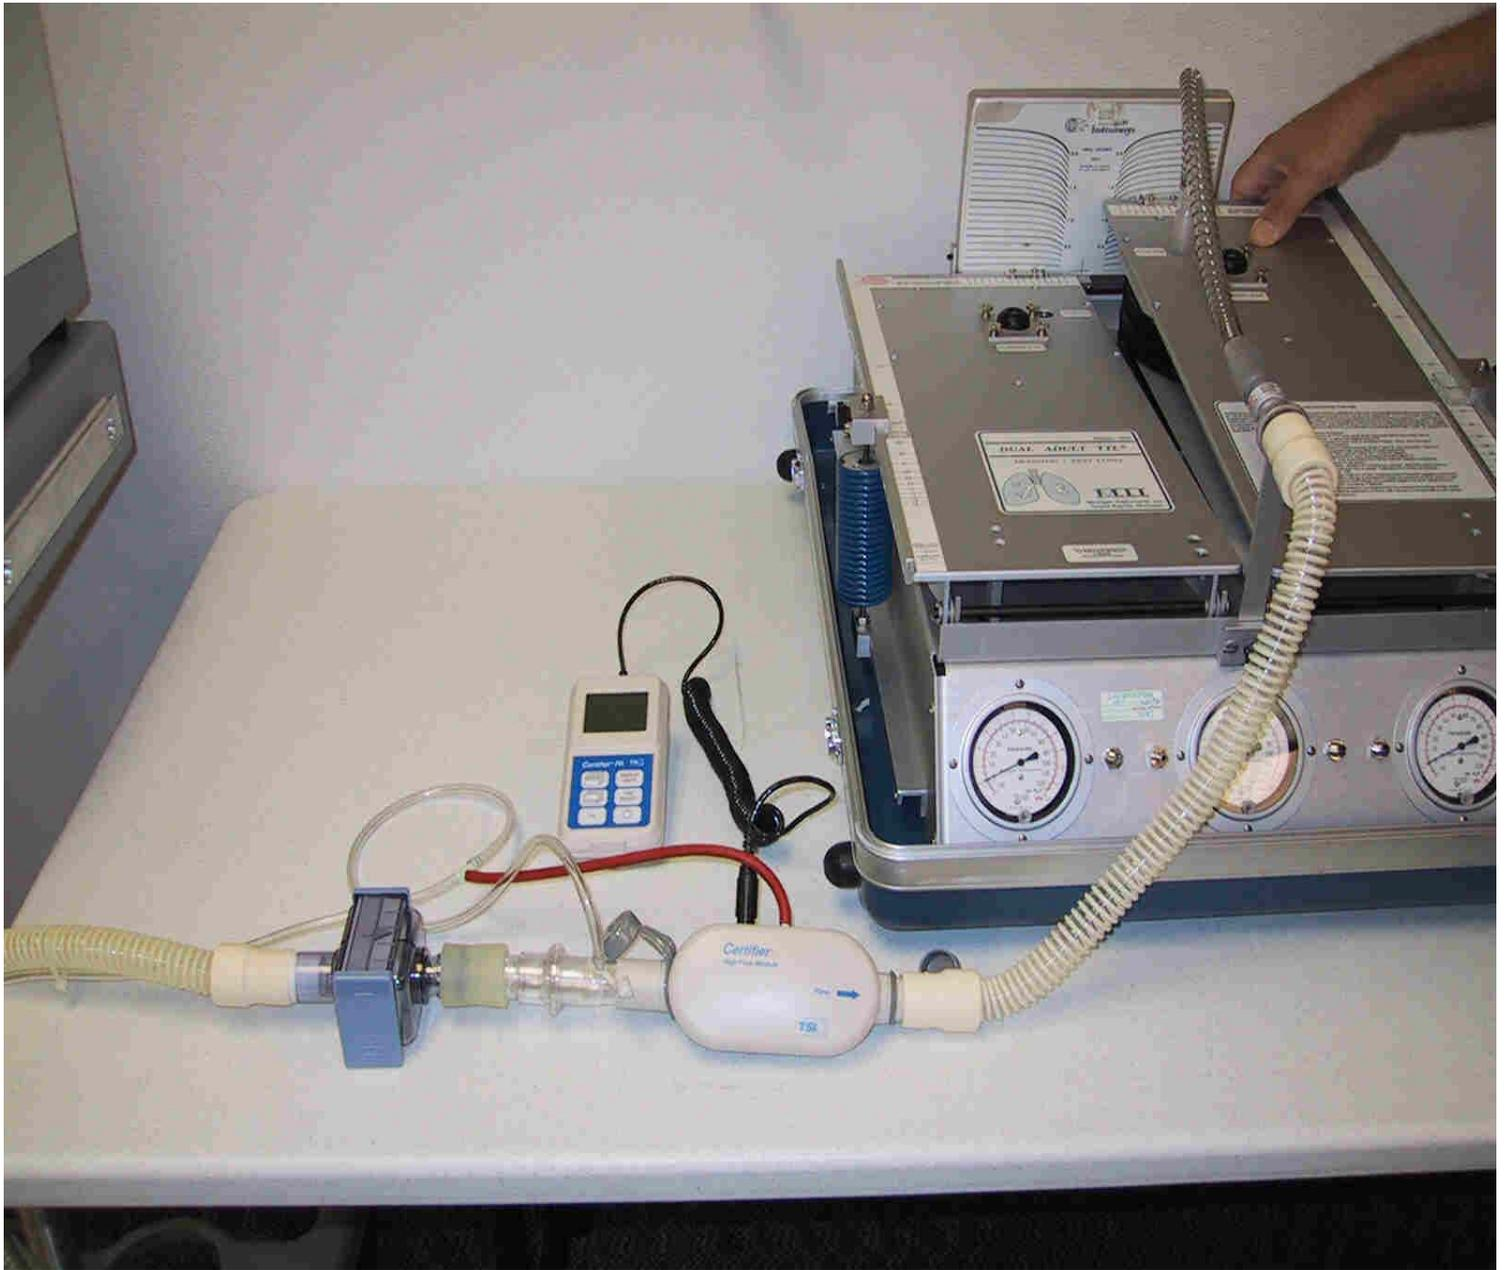

Figure 8-7
- Etape7** Retirer le bouchon et relier le poumon d’essai. (Compliance fixée à 0,05, Résistance RP 20). Cf. **Figure 8-7 pour les instructions d’installation.**